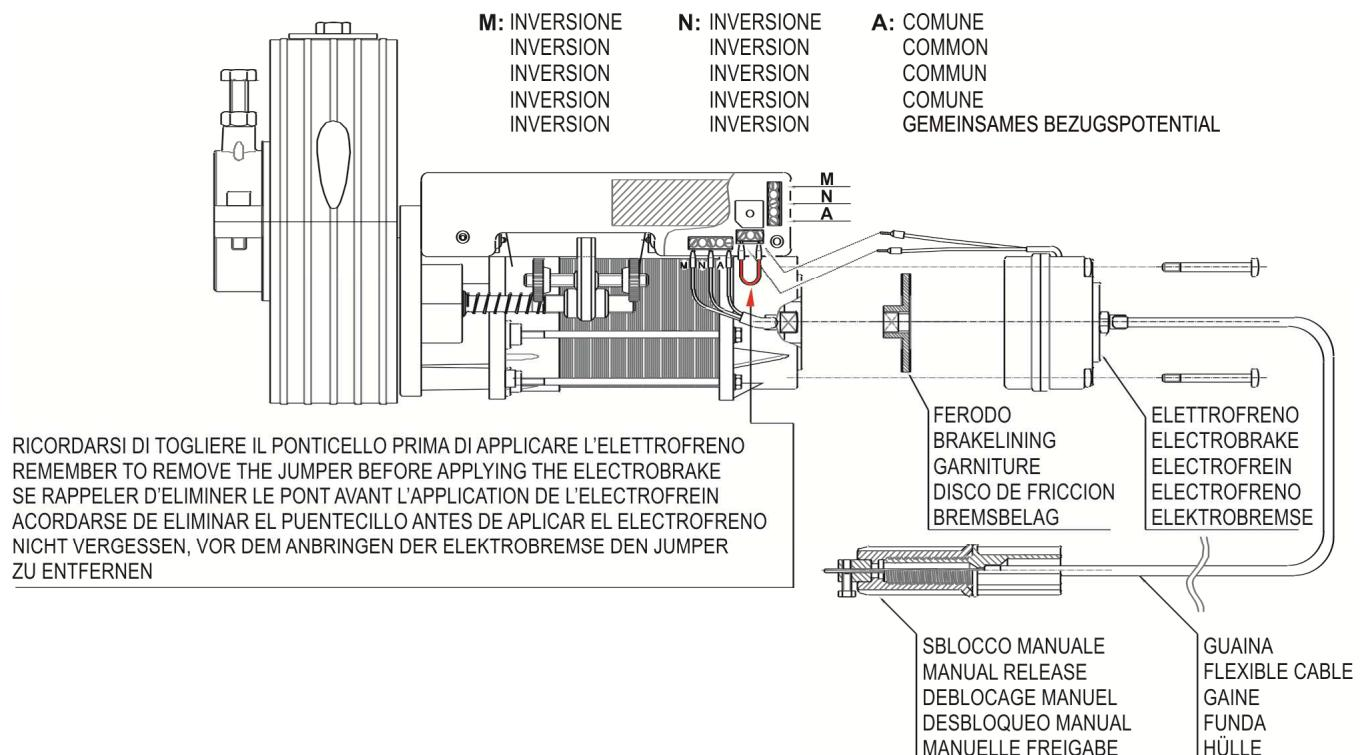

FIG. 2
- 15) Realizar las conexiones eléctricas ilustradas en la **FIG. 2** haciendo pasar el cable de 4x1 mm² por el eje de la persiana, evitando todo contacto con las partes giratorias.
- 15) Die in **ABB. 2** dargestellten elektrischen Anschlüsse herstellen, indem das im Kabel mit 4x1 mm² in das Innere der Achse der Jalousie eingeführt und dabei jeglicher Kontakt mit den drehenden Teilen vermieden wird.